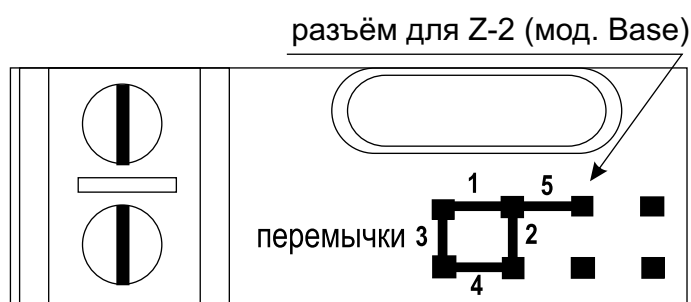
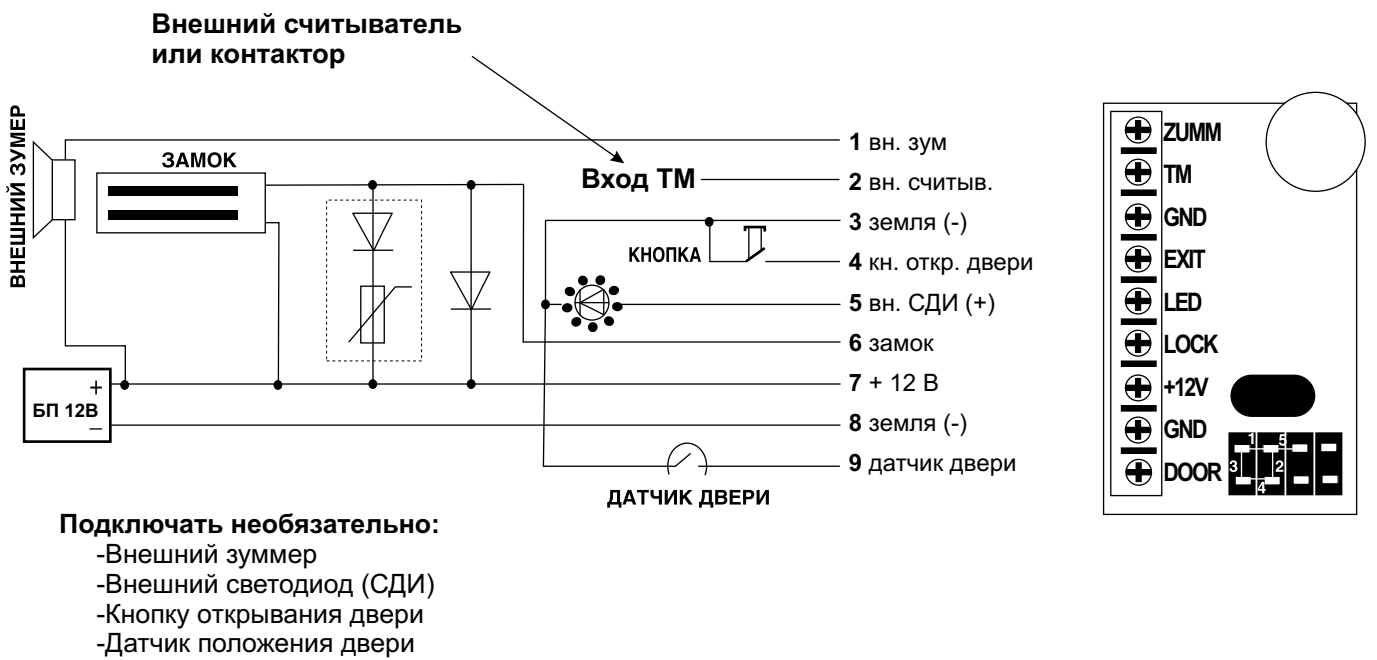

Рис. 3 Положение переключки
Рис. 6 Подключение внешних устройств
В комплект поставки контроллера Z-5R входит перемычка, которая используется для программирования контроллера (всего пять положений) (см. рис.3).
Для уменьшения этой зависимости в контроллер встроена схема гашения тока, которая превращает «лишнюю» энергию в обмотке замка в тепло, что существенно сокращает время срабатывания замка. Однако возможности схемы не безграничны, и при трафике более 25 проходов за 5 минут она может выйти из строя из-за перегрева. Для защиты схемы гашения тока для таких точек прохода необходимо установить шунтирующий диод параллельно обмотке замка. После этого время срабатывания (открывания) электромагнитного замка может возрасти на 1-3 секунды по сравнению с работающей схемой гашения тока. Если такое увеличение времени неприемлемо, то рекомендуется последовательно с диодом установить варистор на напряжение до 14 вольт и рассеиваемой энергией от 0,7 Дж (рекомендуется V8ZA2P) (см. рис.6).
4. Установите защитный диод (см. рис.6). В случае, если замок электромеханический, установите переключку в положение 1 (см. рис.3).